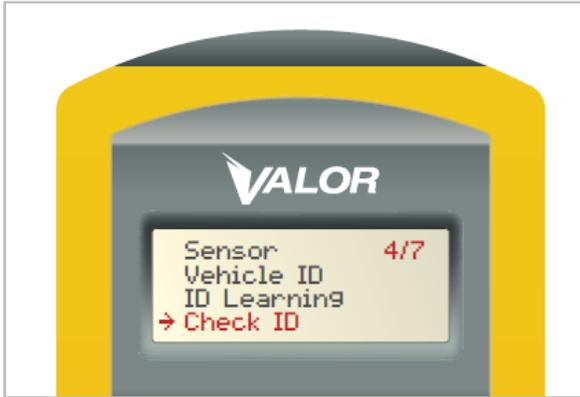

Figura 21
1. Para verificar si la información de los nuevos sensores se ha cargado correctamente, vaya al menú principal del SmarTool y seleccione la opción "Check ID" "4/7." (Figura 21)